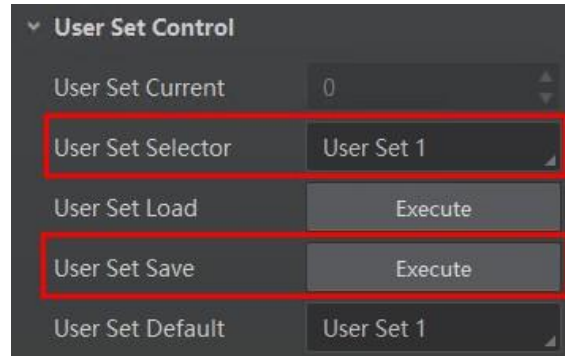

图8-18 保存参数设置
- 保存参数：修改参数后，通过 *User Set Selector* 参数下拉选择其中一套 *User Set* 参数，点击 *User Set Save* 处的“Execute”，即可将参数保存到用户参数中，如图 8-18所示。